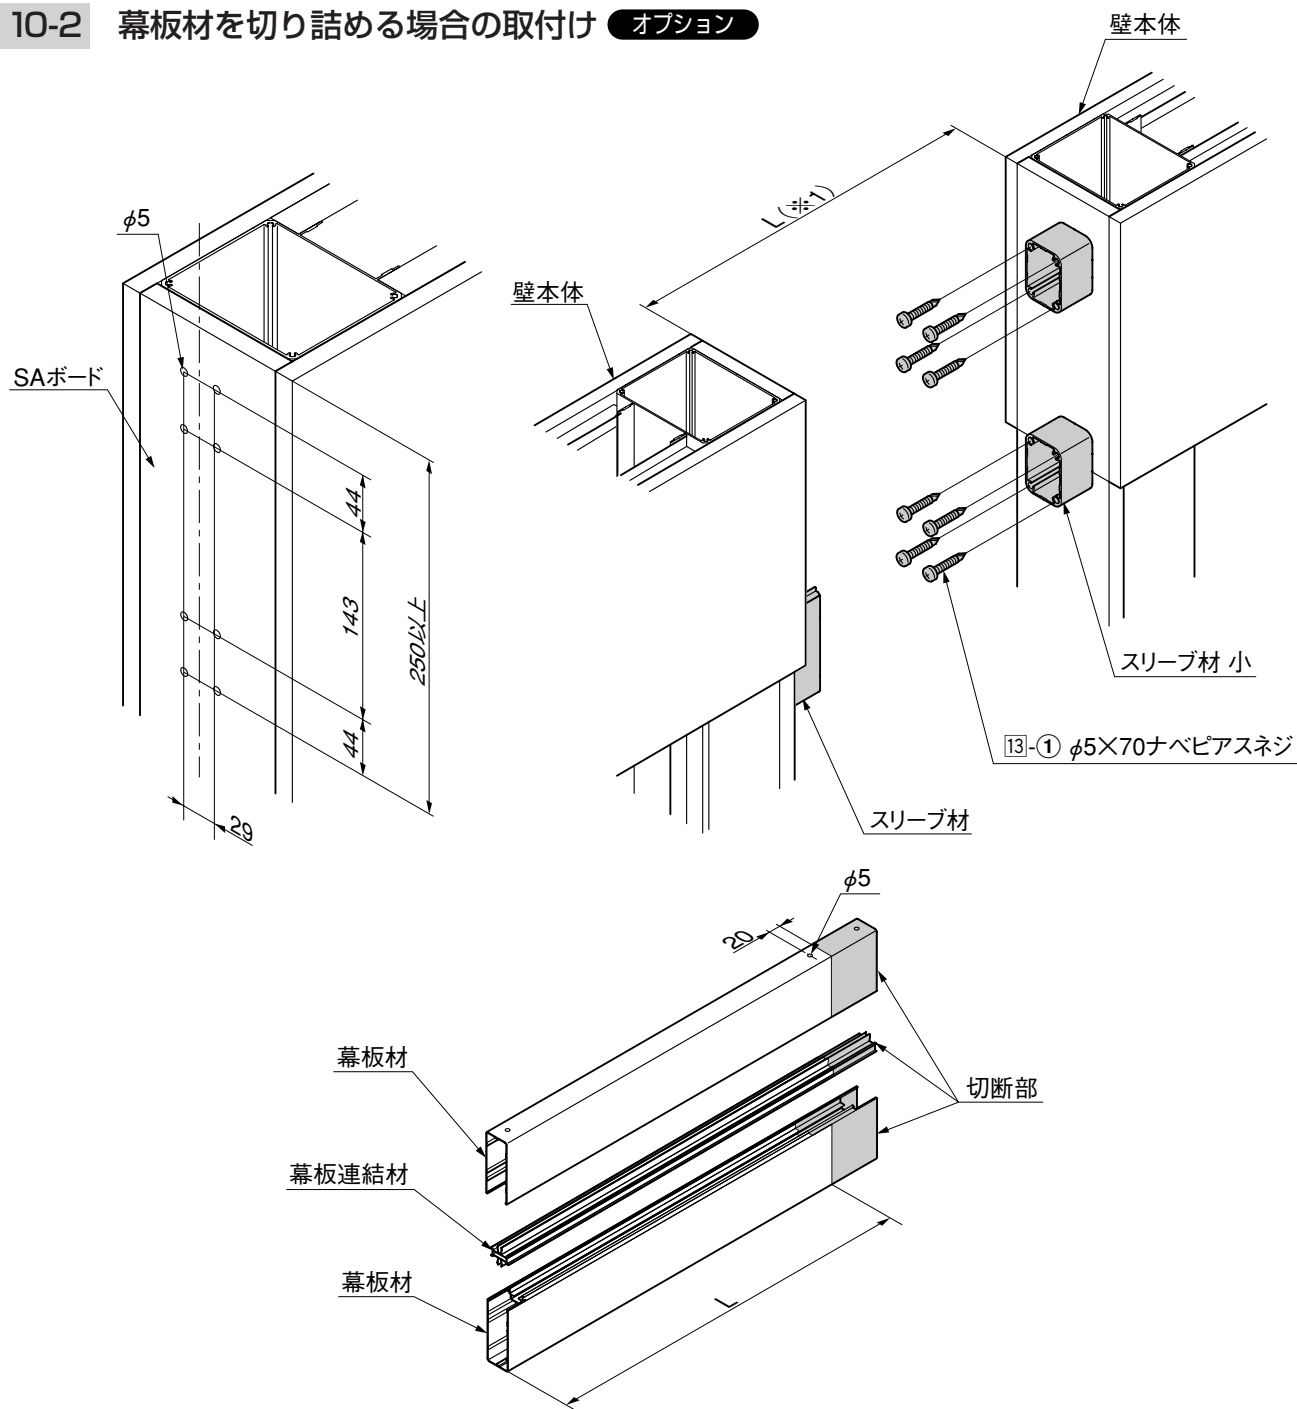

図10-4
- ② スリーブ材 小を壁本体に13-①で取付けてください。
- ③ 壁本体間のL寸法(※1)を測定して、幕板材と幕板連結材を切断してください。
- ④ 幕板材に $\phi 5$ の孔をあけてください。(図10-4参照)
- ⑤ 幕板材と幕板連結材を取付けてください。